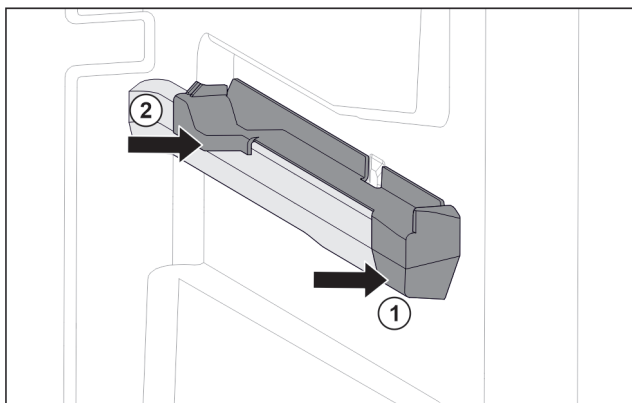

Fig. 102 Вставная часть на правом контейнерном ребре
- Наденьте вставную часть спереди на контейнерное ребро. Fig. 102 (1)
- Нажмите на вставную часть сзади. Fig. 102 (2)